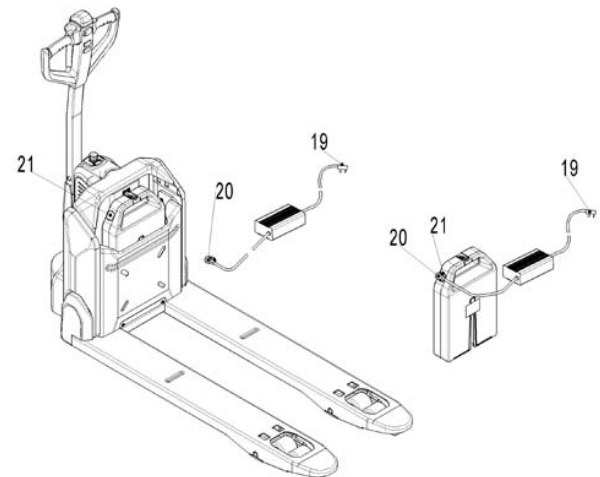

Fig. 10: Recarga
Paso 3: Apague la transpaleta eléctrica y conecte el enchufe de carga (pos. 20, fig. 10) a la abertura de carga (pos. 21, fig. 10) de la batería. El cargador comienza a cargar la batería cuando el enchufe de carga (pos. 19, fig. 10) está conectado a la red eléctrica.
Paso 5: Cuando finalice el proceso de carga, tire del enchufe (elemento 19, Fig. 10) del enchufe y colóquelo en la bolsa designada.